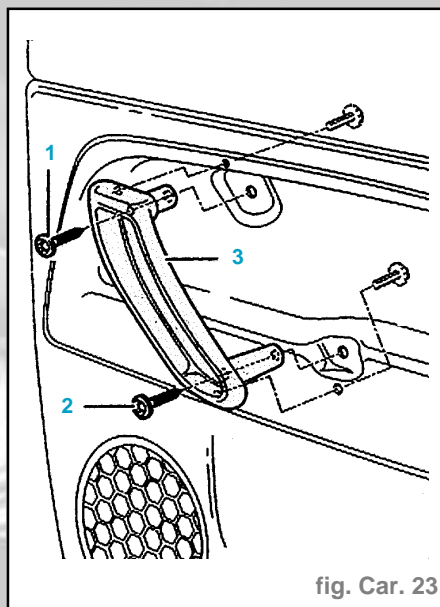

fig. Car. 23
- Dévisser les vis(1) et (2) (fig. Car. 23).